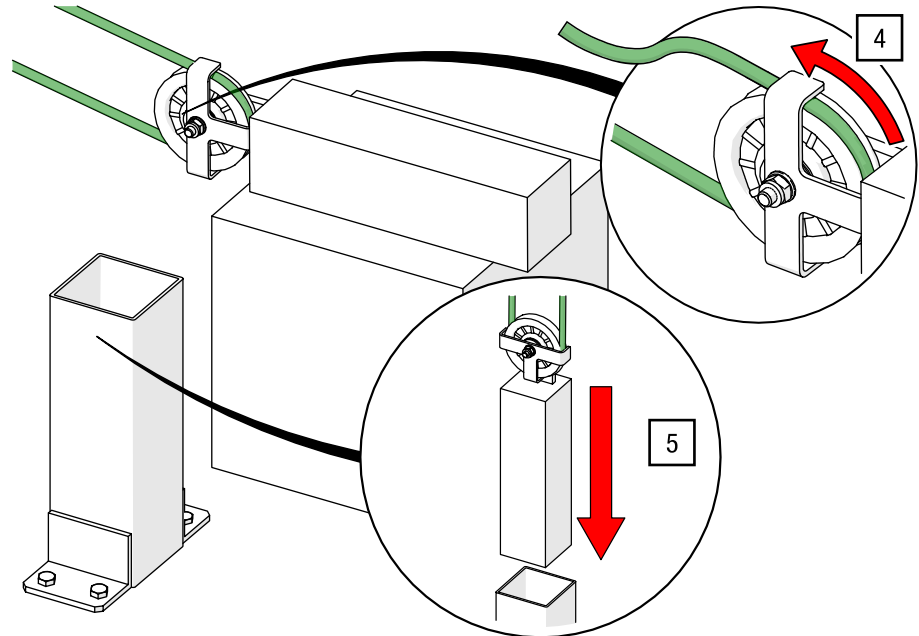

Abb. 131: Gegenspannrolle mit Kontergewicht – Seil durch Rolle fädeln und Kontergewicht in Führungskorb einführen
4. Führen Sie das Seil durch die Rolle und vollständig nach oben in den Schienenverlauf entsprechend der Seilführungsvariante (siehe Abb. 131 und *Kapitel 5.4 Zugseil und Seilführung* [► S. 63]).
5. Hängen Sie das an der Gegenspannrolle befestigte Kontergewicht in den Führungskorb ein (siehe Abb. 131).